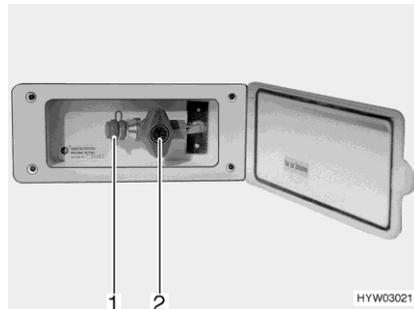

Fig. 126 Presa gas esterna (rubinetto di arresto del gas chiuso)
- Collegare l'apparecchio a gas esterno all'attacco (Fig. 126,1).
- Aprire il rubinetto di arresto del gas (Fig. 126,2).